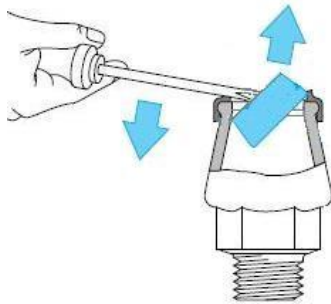

Figure 6
1. Enlever prudemment l'anneau de serrage (voir fig. 6, ne pas endommager le revêtement epoxi)